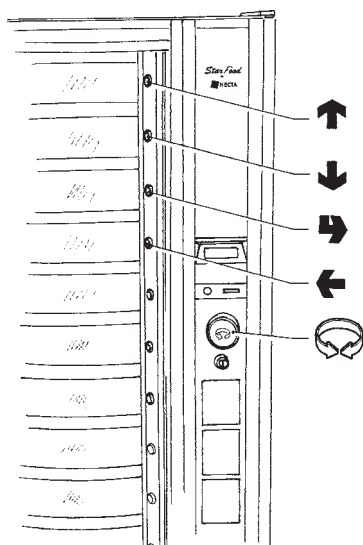

Abb. 8
- die ersten vier Wahltasten, denen bei Wartungs- und Programmiermodus die folgenden Funktionen zugewiesen werden (siehe Abb. 8):